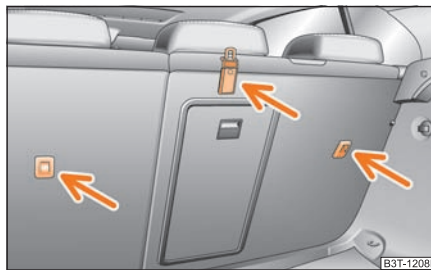

Fig. 189 Scaunul din spate: Top Tether
În unele țări, legea impune echiparea scaunelor din spate cu inele de fixare pentru scaunele pentru copii cu sistem „Top Tether” ⇒ fig. 189.
- Fixați scaunele pentru copii cu sistem „Top Tether” numai în locurile special prevăzute ⇒ **fig. 189**.